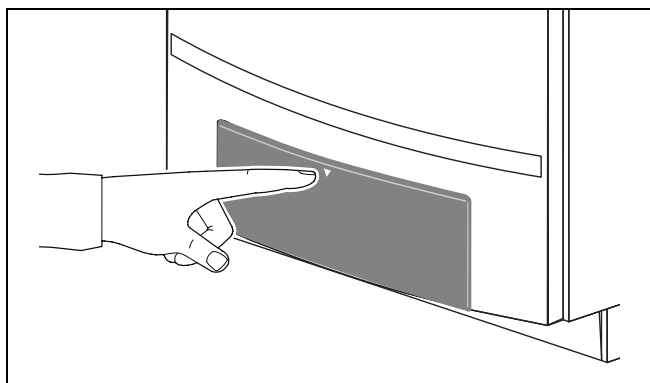

Fig. 21 Deschideți tabloul de comandă
- Deschideți tabloul de comandă prin apăsare (Fig. 21).